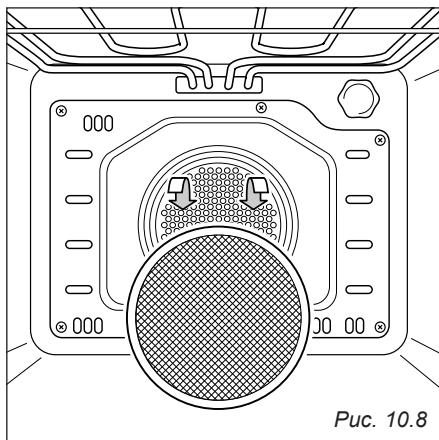

Рис. 10.8
- Установите фильтр-жироуловитель на задней стенке духового шкафа, как показано на Рис. 10.8.
- Предусмотрена возможность демонтажа фильтра-жироуловителя для последующей чистки с помощью горячей мыльной воды (Рис. 10.8).